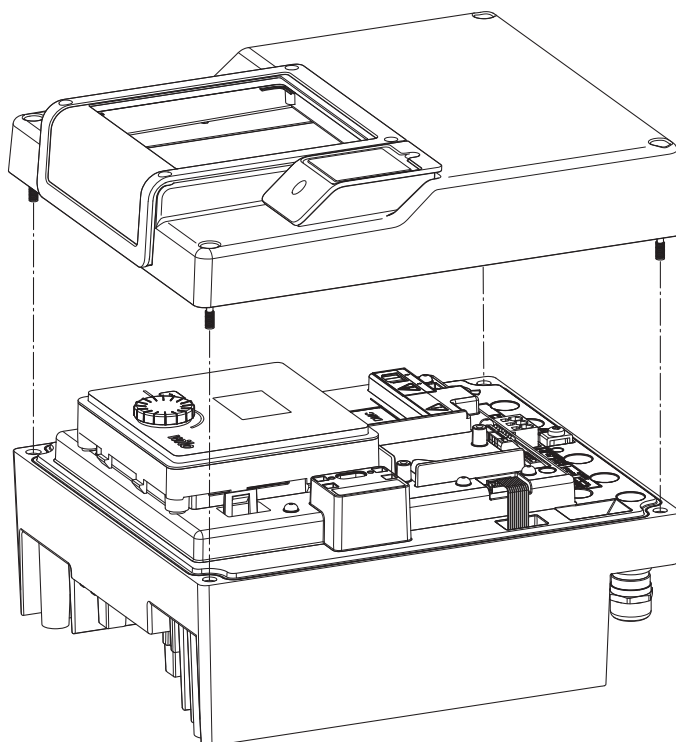

Fig. 45: Deschiderea capacului modului electronic
- Deschideți capacul modului electronic. (Fig. 45).